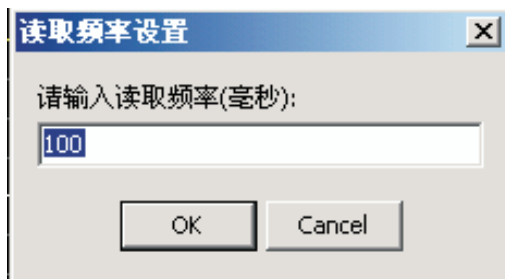

图29
### ②读取频率设置：设置软件与仪器之间的通信速率；（图29）